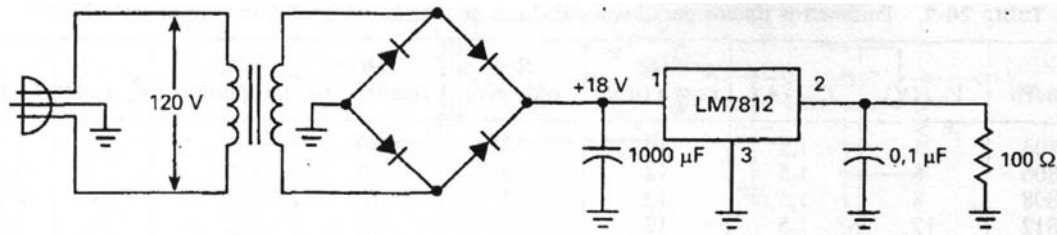

figura 16 - Exemplo
1. Qual é a corrente na carga na figura 16